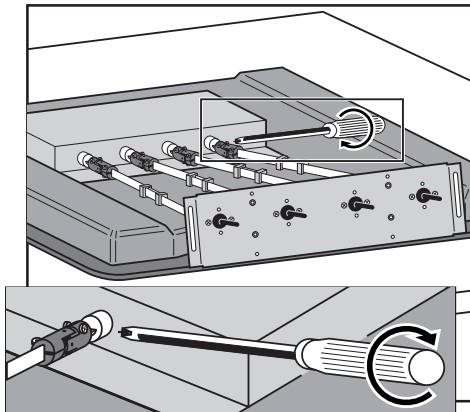

Abb. 6
- Kardangelenke in Reihenfolge auf den Hahnküken der Kochmulde anbringen (siehe Abb. 6) und Gelenke ca. 10 mm aufschieben und festschrauben.
- Kardangelenke auf die Hahnküken der Kochmulde schieben. Gelenke ca. 10 mm auf die Stifte schieben und festschrauben (siehe Abb. 6).